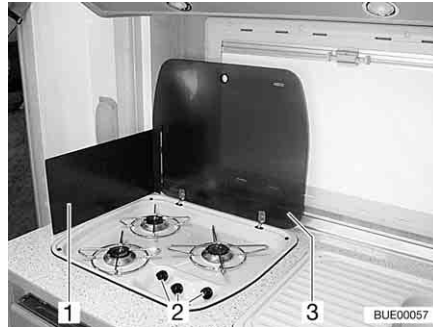

Bild 150 Gaskocher
- Gaskocher-Abdeckung (Bild 150,3) öffnen.
- Je nach Modell Flammenschutzblech (Bild 150,1) ausklappen oder aufstellen.
- Drehregler (Bild 150,2) der gewünschten Brennstelle auf Zündposition (große Flamme) drehen.